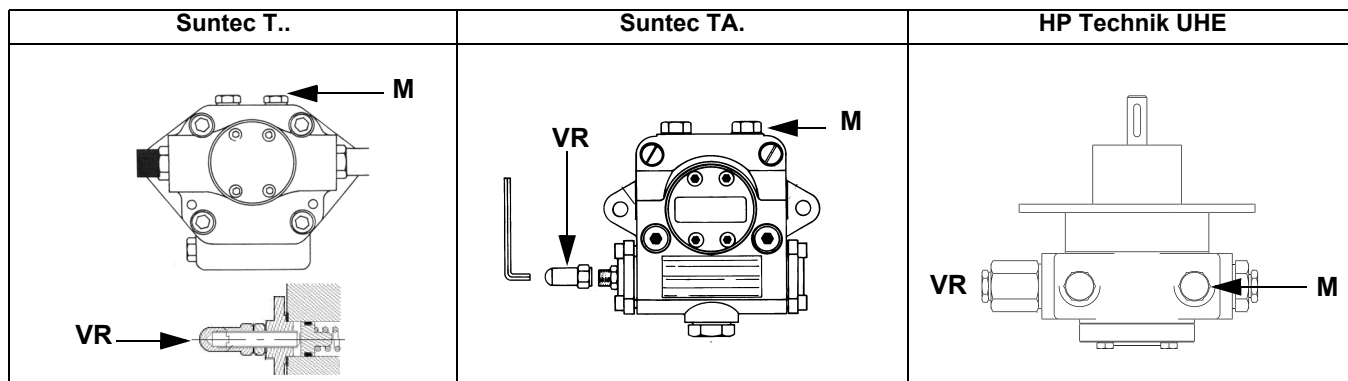

Рис. 15
- 3 выпустить воздух со штуцера (M) манометра насоса (Рис. 15), расслабив слегка заглушку, но не снимая ее; затем отпустить контактор;